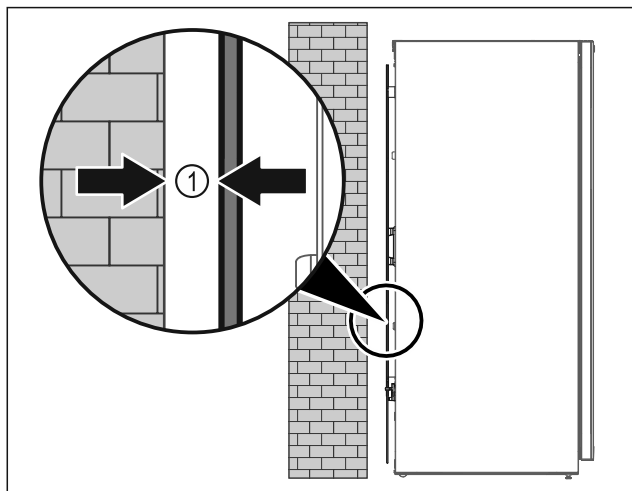

Fig. 6
- ▶ Pange seade üles kas vabalt ruumi või vahetult vastu seina minimaalse vahekaugusega 5 mm Fig. 6 (1).